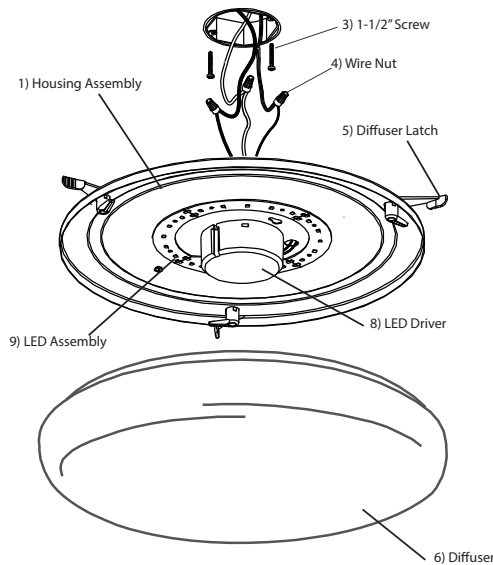

Figure 1
2a. Version Ronde- Posez deux vis de 1-1/2 po (3) dans les trous filetés de la boîte de jonction, la tete des vis étant à 1/4 po du plafond. Voir la Fig. 1.
- 2a. Round Version- Install two 1-1/2" Screws (3) into threaded holes in junction box with Screw head 1/4" from being flush with the ceiling.- See Fig. 1
- 2a. Versión Rejilla- Instale dos tornillos de 1-1/2" (10) en los agujeros roscados en la caja de ensambladura con la cabeza de tornillo a 1/4" hacia abajo del techo. Vea Fig. 1.